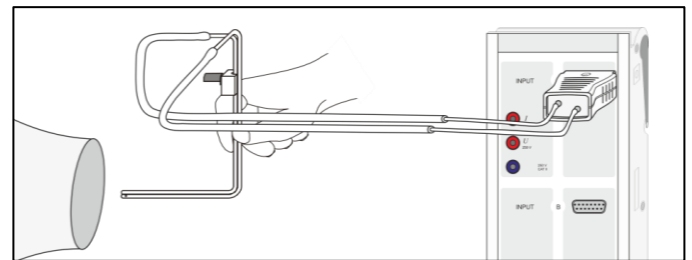

Fig. 4: Messung der Windgeschwindigkeit v mit Drucksonde nach Prandtl und Gleichung (IV).
- Saug- und Druckgebläse langsam aufdrehen bis Windgeschwindigkeit v ca. 5,6 m/s erreicht. Dazu Schläuche kurzzeitig wie in Fig. 4 mit Drucksonde nach Prandtl verbinden und  $\Delta p = 19$  Pa einstellen.